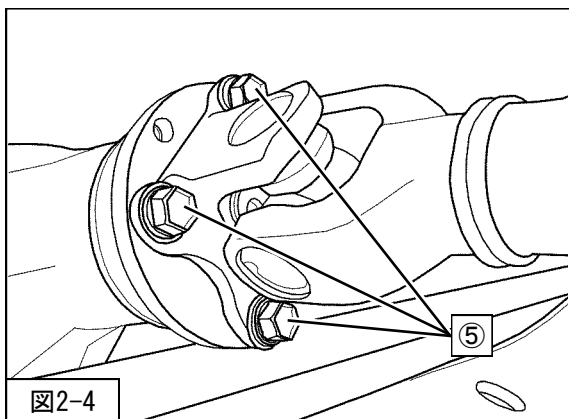

図2-4
5. ⑤フロントプロペラシャフト取付ボルト（締付トルク：50N・m）を使用し、プロペラシャフトを取付けてください。（図2-4）